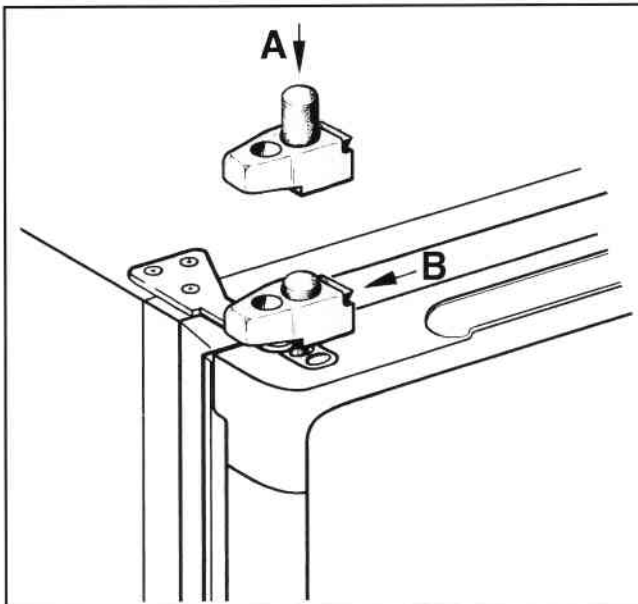

Fig. 1
- Quitar con cuidado los tapones de plástico que sellan los orificios del cierre de viaje en la puerta, fig. 1.